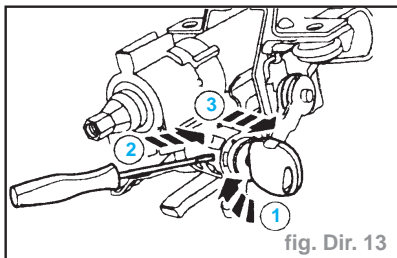

fig. Dir. 13
- introduire et mettre la clé de contact en position 1 (Accessoires). (fig. Dir. 13),
- à l'aide d'un tournevis à fine lame, enfoncer l'arrêt de verrouillage (2).